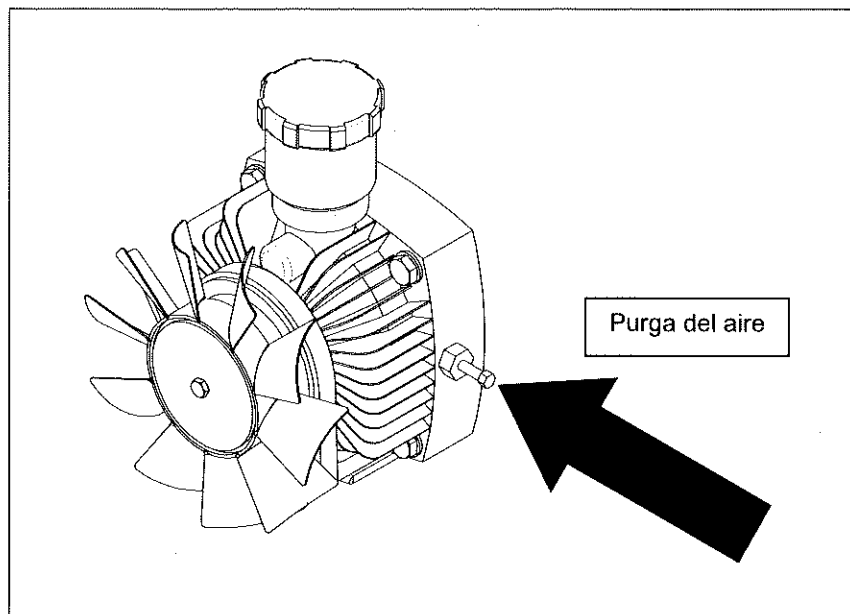

Fig. 23
- Encender la máquina y ponerla al número máximo de revoluciones, purgar la bomba para eliminar todo el aire presente en el sistema (Fig. 23).
- Encender la máquina y ponerla al número máximo de revoluciones, purgar si es necesario la bomba para eliminar todo el aire eventualmente presente en el sistema (Fig. 23).